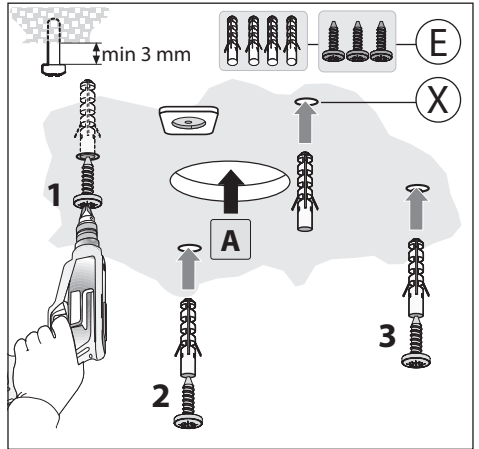

Fig.8
- Lav 4 huller på Ø8 i loftet og skru de 3 skruer i uden at stramme dem helt. Vær opmærksom på ikke at indsætte skruen i hullet, der er mærket med et **X** på boreskabelonen fig.8 (skruerne og rawlplugsene skal passe til murtypen).